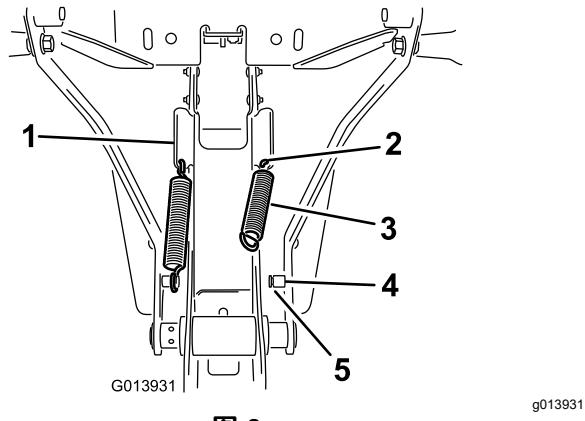

图 8
1. 将弹簧安装在框架总成侧面斜角凸耳下端的孔中图 8。
2. 将弹簧的一端钩到斜角凸耳的孔中将另一端钩到弹簧立柱上图 8。
3. 确保弹簧端已正确固定在立柱的槽中图 8。